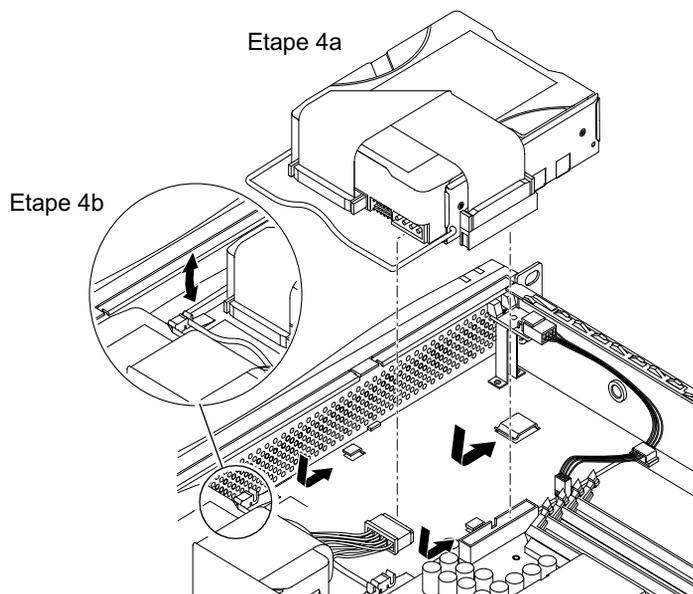

FIGURE 8-9 Installation d'un disque dur
4. Insérez et alignez le nouveau disque dur (voir la FIGURE 8-9).